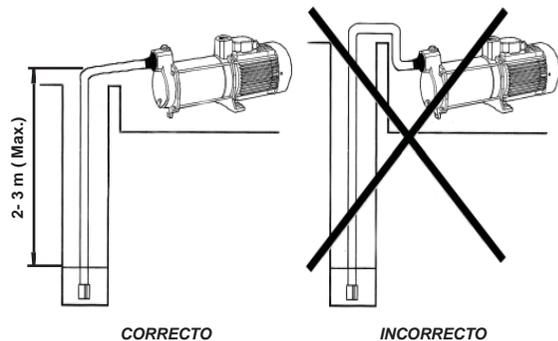

Figura 1 : Aspiración
-  La bomba se colocará lo más cerca posible del nivel del agua, en posición horizontal, a fin de obtener el mínimo recorrido de aspiración y la máxima reducción de las pérdidas de carga (figura 1). Se recomienda no instalar la bomba a más de 2 mts. de altura geométrica del nivel del agua. La bomba debe ir fijada sobre una base sólida, con tornillos de diámetro 10 o 14 mm, a través de los agujeros dispuestos en el propio pie. Se procurará que esté a salvo de posibles inundaciones y reciba una ventilación de carácter seco.